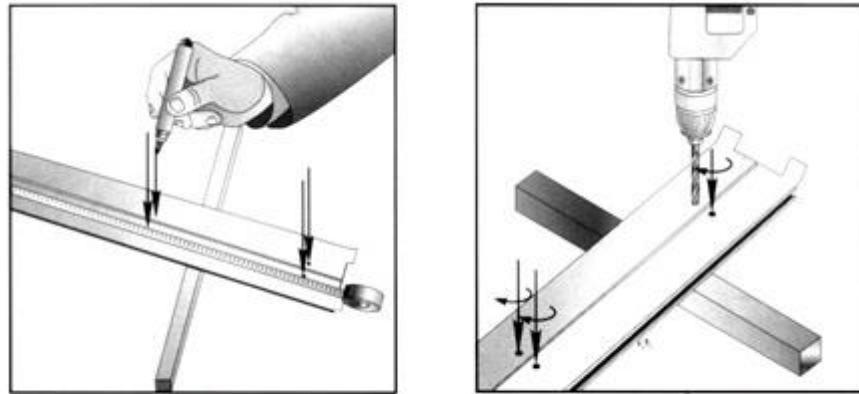
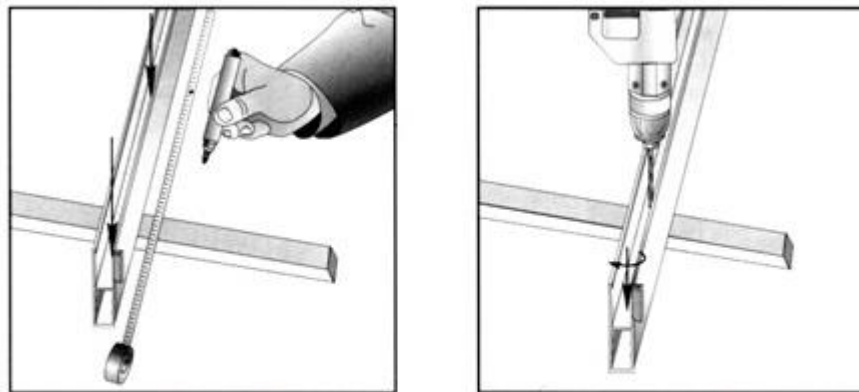

Рис. 2. Разметка и сверление отверстий в направляющих при накладном монтаже.
Рис. 3. Разметка и сверление отверстий в направляющих при встроенном монтаже.
3. Разметить и сверлить отверстия в направляющих шинах через две стенки сверлом, соответствующего размера крепежу изделия (для самореза 4,2 мм – Ø 5 мм, для самореза 6 мм – Ø 6,2 мм, для рамного дюбеля 8 мм – Ø 8,2 мм, для рамного дюбеля 10 мм – Ø 10,2 мм). Нижнее и верхнее отверстия выполнить на расстоянии 100 - 150 мм от обрезов шины. Остальные отверстия равномерно располагать по длине шины с шагом 450 - 500 мм (рис. 2. – накладной монтаж, рис. 3 – встроенный монтаж).